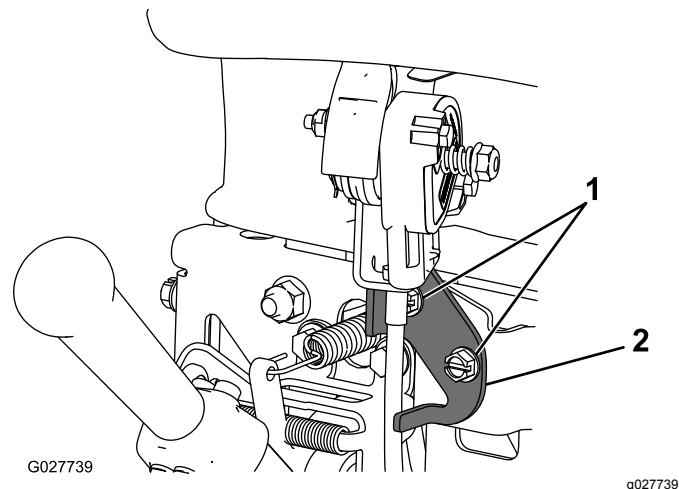

Bild 33
2. Lösen Sie die zwei Schrauben, mit denen die Gasbedienung befestigt ist (**Bild 33**).